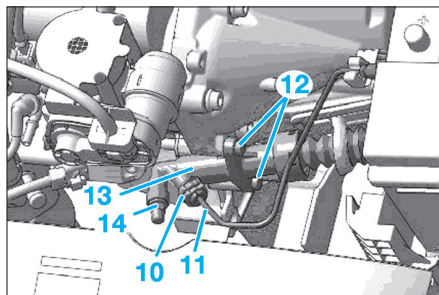

Fig. 7
- Ecarter l'agrafe (10) et le tuyau (11) (Fig.7).